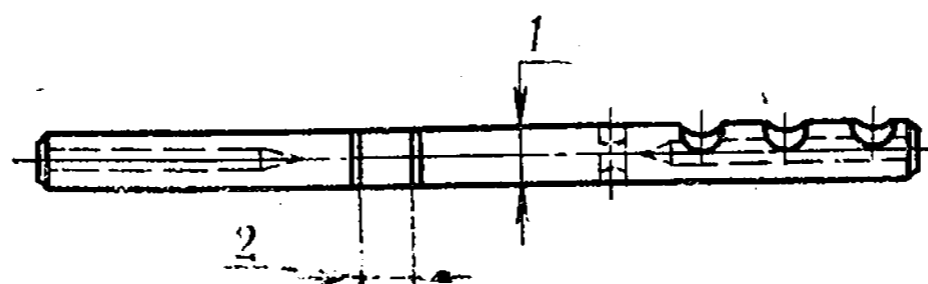

Рис. 107. Шток переключения первой передачи и передачи заднего хода
9. Штоки переключения передач (рис. 107)